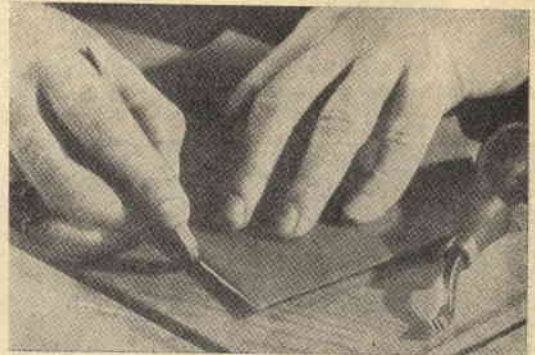

Fig. 8 - Finitura di un bordo con il pressatoio.
11. - *Pressatoio per i bordi.* Quest'utensile si trova in commercio sia in metallo che in legno duro. Esso serve per rifinire i bordi che debbono rimanere esposti. Normalmente va benissimo quello di legno, per quanto quello di metallo abbia una durata assai maggiore e di conseguenza sia consigliabile acquistarlo in metallo sin da principio. La fig. 8 illustra come va adoperato.